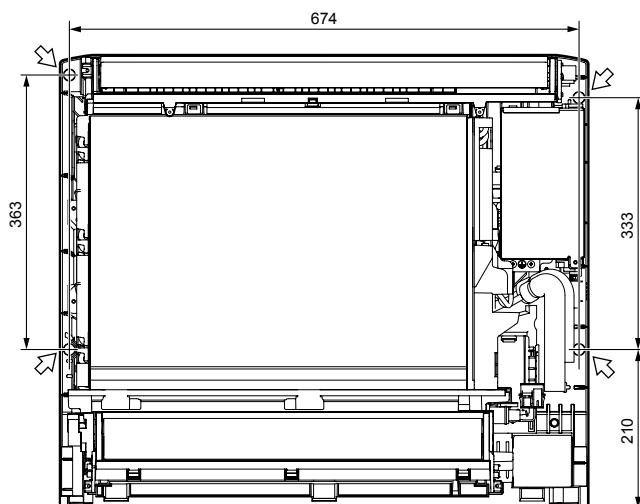

Fig. 3-5
3.3. Εγκατάσταση εσωτερικής μονάδας (Fig. 3-5)